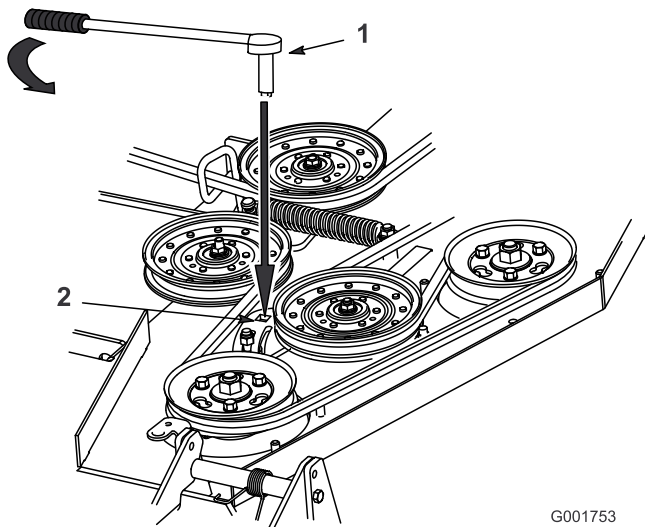

Figura 50
5. Si es necesario realizar un ajuste, afloje la chapa de la polea tensora para ajustarla (Figura 50).
6. Introduzca una llave de carraca en el taladro cuadrado de la chapa de la polea tensora del cortacésped para ajustar la tensión (Figura 50).
7. Para aumentar la tensión de la correa, gire la llave de carraca para desplazar el brazo de la polea tensora fija hasta que note una mayor resistencia y la polea tensora tensada con muelle deje de moverse (Figura 50).
8. Manteniendo la tensión de la correa, apriete los pernos que fijan la chapa de la polea tensora (Figura 50).
10. Ajuste la tensión de la correa y de la chapa de la polea tensora, si es necesario, y apriete firmemente todos los herrajes (Figura 50).